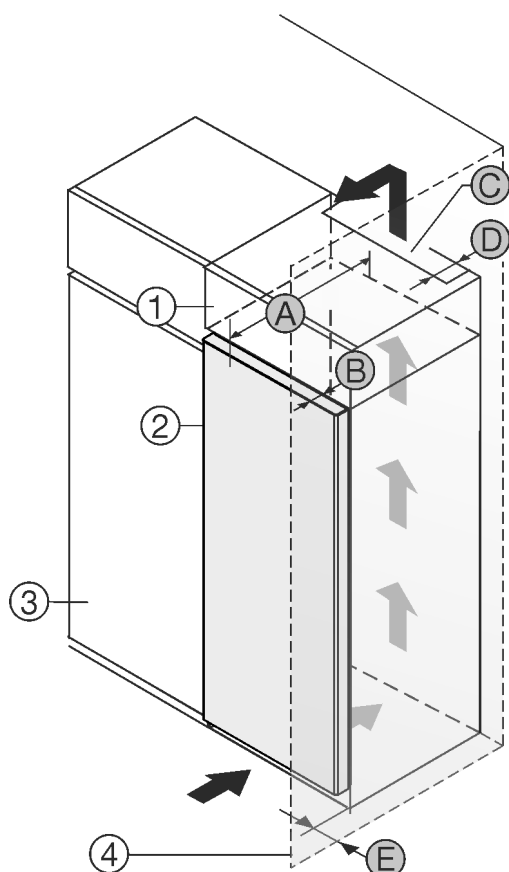

Fig. 1
您可以将冰箱直接放置在餐具柜 Fig. 1 (3) 旁边。*
在附加柜背面必须有一个竖风道，其深度 Fig. 1 (D) 应超过整个附加柜宽度。*
盖板下必须保有通风横截面 Fig. 1 (C)。*
如果将带铰链的冰箱放置在墙壁 Fig. 1 (4) 边，冰箱和墙壁必须至少相距 13 mm。*
如果将带铰链的冰箱放置在墙壁 Fig. 1 (4) 边，冰箱和墙壁必须至少相距 20 mm。*
为了能完全打开门，冰箱必须凸出橱柜正面一定门深度 Fig. 1 (B)。根据餐具柜 Fig. 1 (3) 的深度，使用壁距调整垫片可以使冰箱更为凸出。*